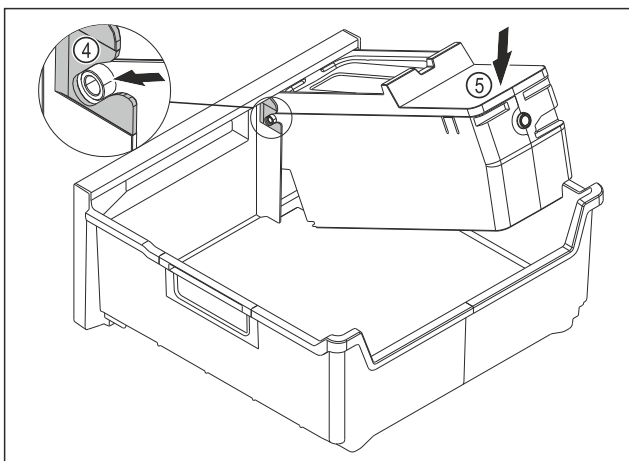

Fig. 148
- ▶ Смонтируйте корпус EasyTwist-Ice: Вставьте оси корпуса EasyTwist-Ice в направляющие Fig. 148 (4).
- ▶ Вдавите корпус EasyTwist-Ice Fig. 148 (5) вниз.